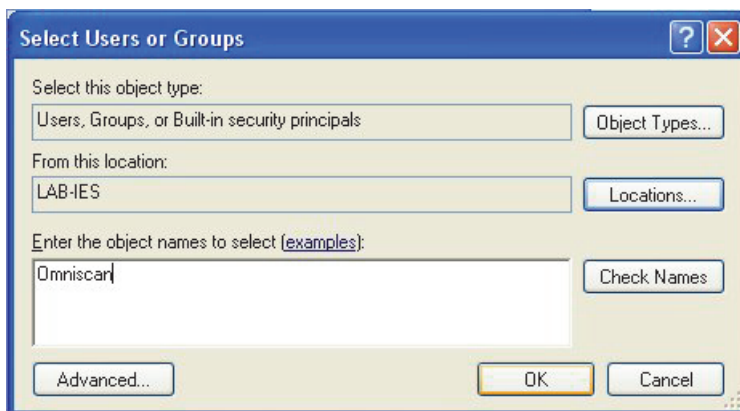

Рис. 7-16 Окно Выбор: Пользователи или группы (Windows XP)
8. В диалоговом окне **Select Users or Groups** (Выбор: Пользователи или группы) щелкните на кнопке **Locations** [Размещение] (см. Рис. 7-16 на стр. 210).
10. В диалоговом окне **Select Users or Groups** (Выбор: Пользователи или группы) введите **Omniscan** (см. Рис. 7-16 на стр. 210) в текстовом окне **Enter the object names to select** (Введите имена объектов) и кликните **OK**.
13. В диалоговом окне **Select Users or Groups** (Выбор: Пользователи или группы) щелкните на кнопке **Locations** [Размещение] (см. Рис. 7-16 на стр. 210).
15. В диалоговом окне **Select Users or Groups** (Выбор: Пользователи или группы) введите **Omniscan** (см. Рис. 7-16 на стр. 210) в текстовом окне **Select Users or Groups** (Введите имена объектов) и кликните **OK**.